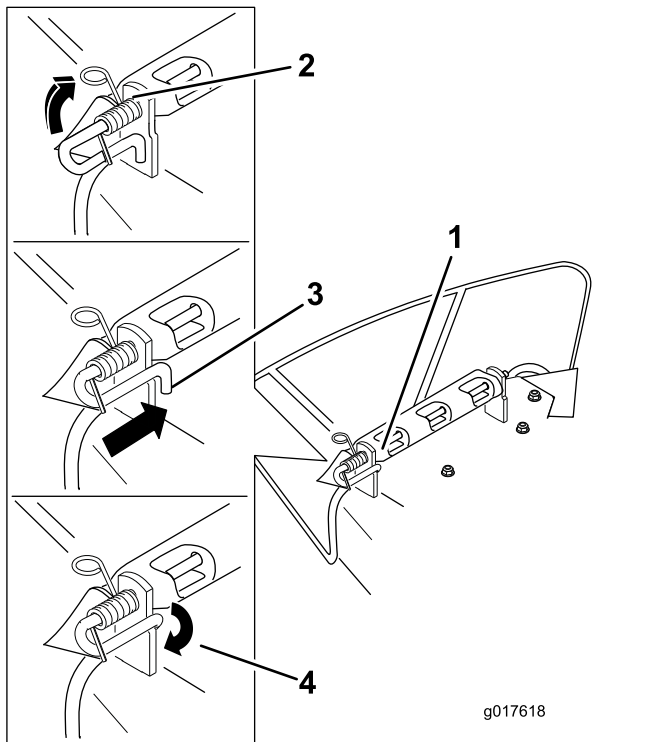

Figure 66
3. Positionnez le nouveau déflecteur d'éjection en plaçant les extrémités du support entre les supports soudés du tablier, comme montré à la Figure 66.
5. Positionnez le ressort sur la tige comme montré à la Figure 66, de sorte que l'extrémité la plus courte du ressort sorte du dessous de la tige avant le coude et passe par-dessus la tige à son retour.
6. Soulevez le côté avec la boucle du ressort et placez-le dans le cran du support de déflecteur (Figure 66).
7. Fixez l'ensemble tige et ressort en le tournant de sorte à pouvoir placer l'extrémité courte de la tige derrière le support avant soudé au tablier de coupe (Figure 66).